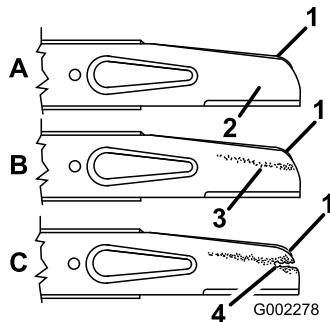

Figure 24
2. Enlevez le boulon de lame, la rondelle de blocage, l'accélérateur et la lame (Figure 24).